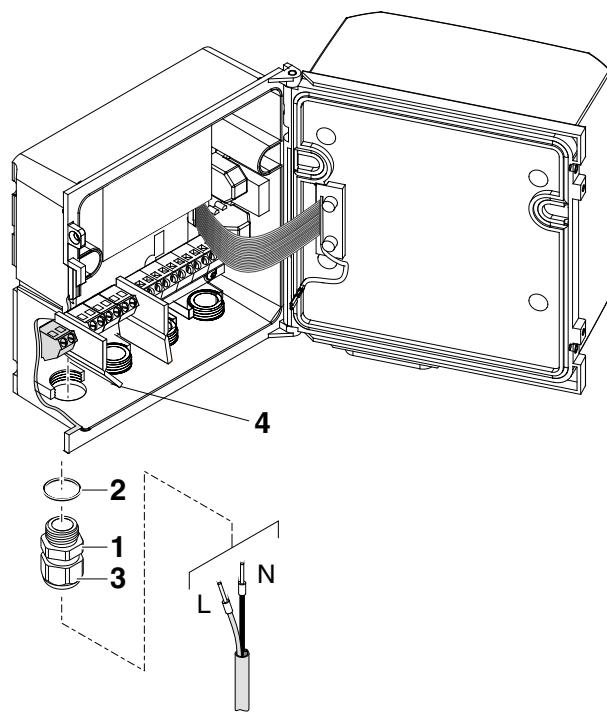

Fig. 3-13 Inserção da linha de abastecimento.
6 Aparafusar um prensa-cabo (pos. 1 em Fig. 3-13) com anel de vedação (pos. 2) na caixa por baixo da ligação de alimentação elétrica.
- 7 Desaperte o anel de acoplamento (pos. 3).
- 8 Introduzir a linha elétrica através do prensa-cabo na caixa. Ao fazê-lo, dobrar o divisor flexível (pos. 4) para a direita.
- 10 Apertar a porca da tampa (pos. 3 em Fig. 3-13).